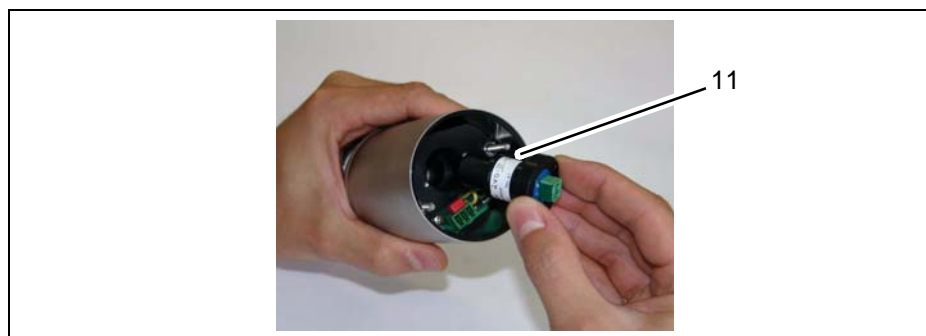

Fig. 24 Extraer el módulo de la lámpara
6. Extraiga el módulo de la lámpara (11, fig. 24).